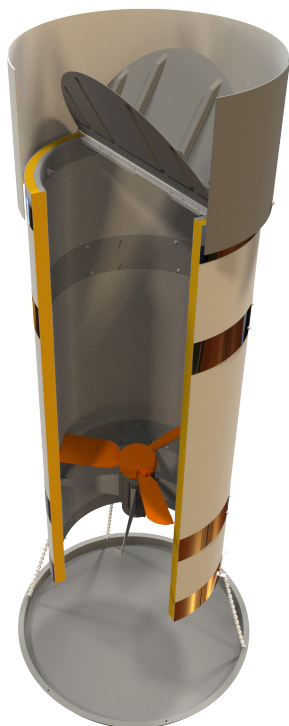

Рис. 12 – Общий вид камина VBV с гравитационным клапаном
3.20 Вытяжной вентиляционный камин типа VBV с гравитационным клапаном (Рис. 12).